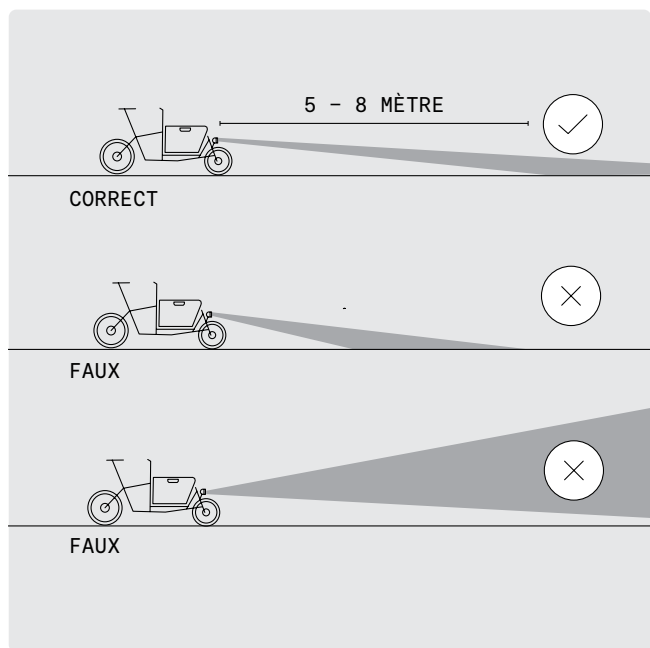

FIG. 48
- Veillez à ne jamais orienter le feu de sorte qu'il éclaire vers le haut. (Fig. 48.)
- 2 Orientez le feu de sorte que le cône lumineux atteigne le sol à 5-8 m devant la roue avant (Fig. 48).